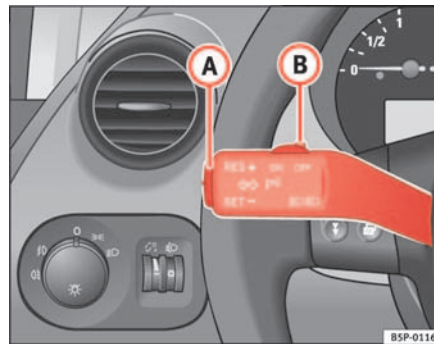

Abb. 143 Blinker- und Fernlichthebel: Schalter und Wippe für GRA
- Drücken Sie den unteren Teil der Wippe **SET** ⇒ Abb. 143 (A) einmal kurz, wenn die zu speichernde Geschwindigkeit erreicht worden ist.